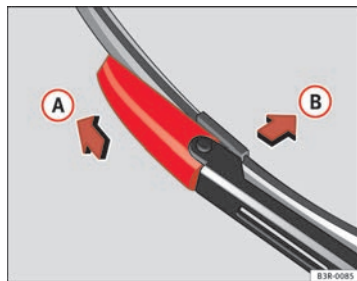

Fig. 174 Retirer le balai
- Poussez le dispositif de verrouillage du balai d'essuie-glace dans le sens de la flèche ⇒ fig. 174 (A). Pour ce faire, maintenez le balai d'essuie-glace.
- Retirez le balai d'essuie-glace (B) hors de la fixation sur le bras d'essuie-glace.